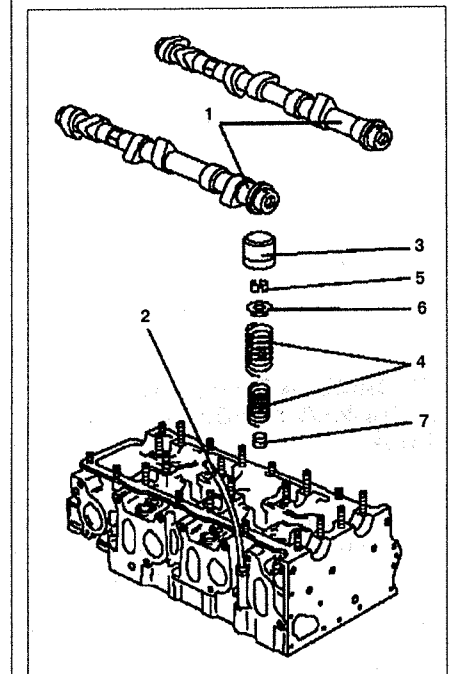

Рис. 3.22. Замена сальников клапанов:
1. Снимите распределительные валы 1 (см.рис.3.22).